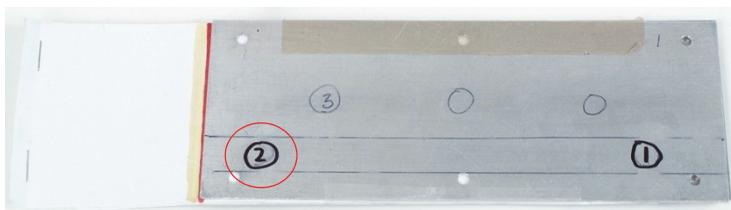

Рис. 5-103 Положение 2 образца
7. Установите преобразователь в положение 2 (см. Рис. 5-103 на стр. 213) и нажмите клавишу FREEZE (❄).